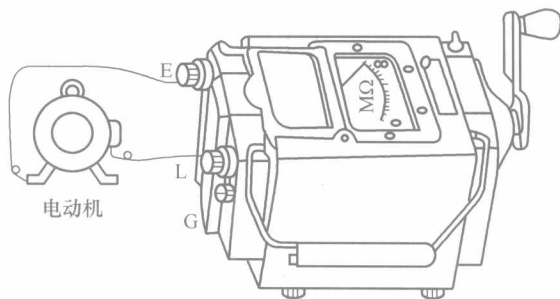

图 1-8 兆欧表及其测量时连接示意图
兆欧表主要由一台小容量、输出高电压的手摇直流发电机和一只磁电比率表及测量线路组成,因此又称为摇表(见图 1-8)。兆欧表主要用于测量电动机的绝缘电阻,使用方法如下:
③ 测量前要将被测端短路放电,以防止测试前设备电容储能在测量时放电,危及操作者人身安全或损坏兆欧表。
④ 测量时一般只使用兆欧表的“线(L)”和“地(E)”两个接线端接被测对象,如图 1-8 所示。
⑤ 连接兆欧表与被测对象宜使用单股导线。
⑥ 手柄摇动的速度尽量保持在 120 r/min,待指针稳定 1 min 后进行读数。
⑦ 测试完毕,先降低手柄摇动的速度,并将“线(L)”端子与被测对象断开,然后停止摇动手柄,以防止设备的电容对兆欧表造成损害。注意此时手勿接触导电部分。